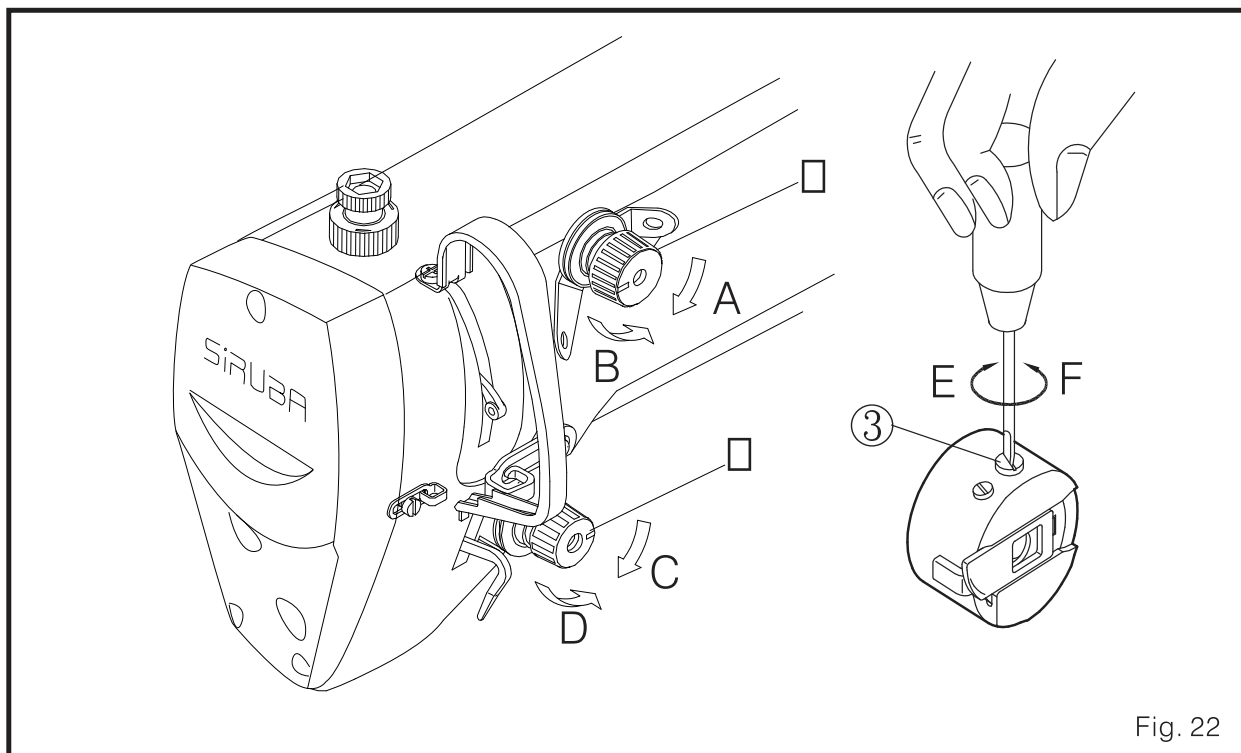

Fig. 22
1. Ajuste da tensão da linha da agulha (Fig. 22)